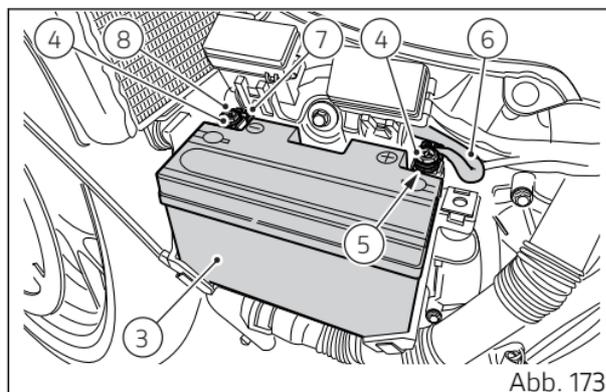

Abb. 173
- Das Positivkabel des ABS-Systems (6) über dem Positivkabel (5) anordnen, dann die Schraube (4) ansetzen.
- Das Massekabel des Motors (8) über dem Negativkabel (7) anordnen, dann die Schraube (4) ansetzen.
- Die Schrauben (4) der Klemmen anziehen.
- Die Batterie (3) wieder in ihrer Aufnahme anordnen, dabei die Kabel der (Abb. 173) gemäß ausrichten.
- Den Batteriebefestigungsdeckel (2) erneut montieren und durch Anziehen der Schraube (1) fixieren.